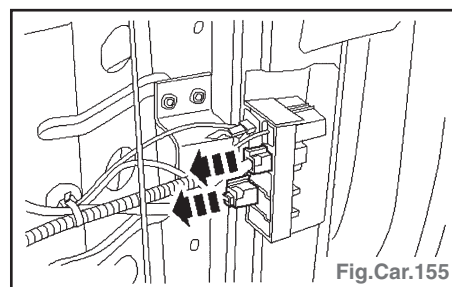

Fig.Car.155
- Débrancher le contacteur de boucle de ceinture de sécurité et les connecteurs de prétensionneur de boucle du connecteur sous-siège (Fig.Car.155).